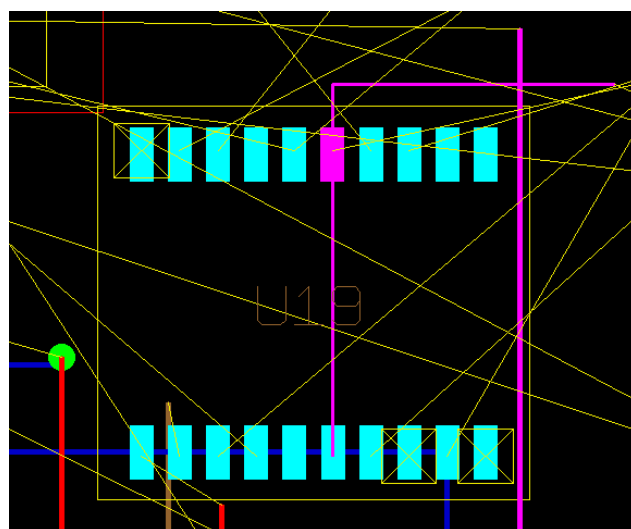

Рис. 4. Подсветка ошибок трассировки "на лету".
18. Выполним щелчок левой кнопкой мыши и зафиксируем вертикальный сегмент проводника (рис. 4).